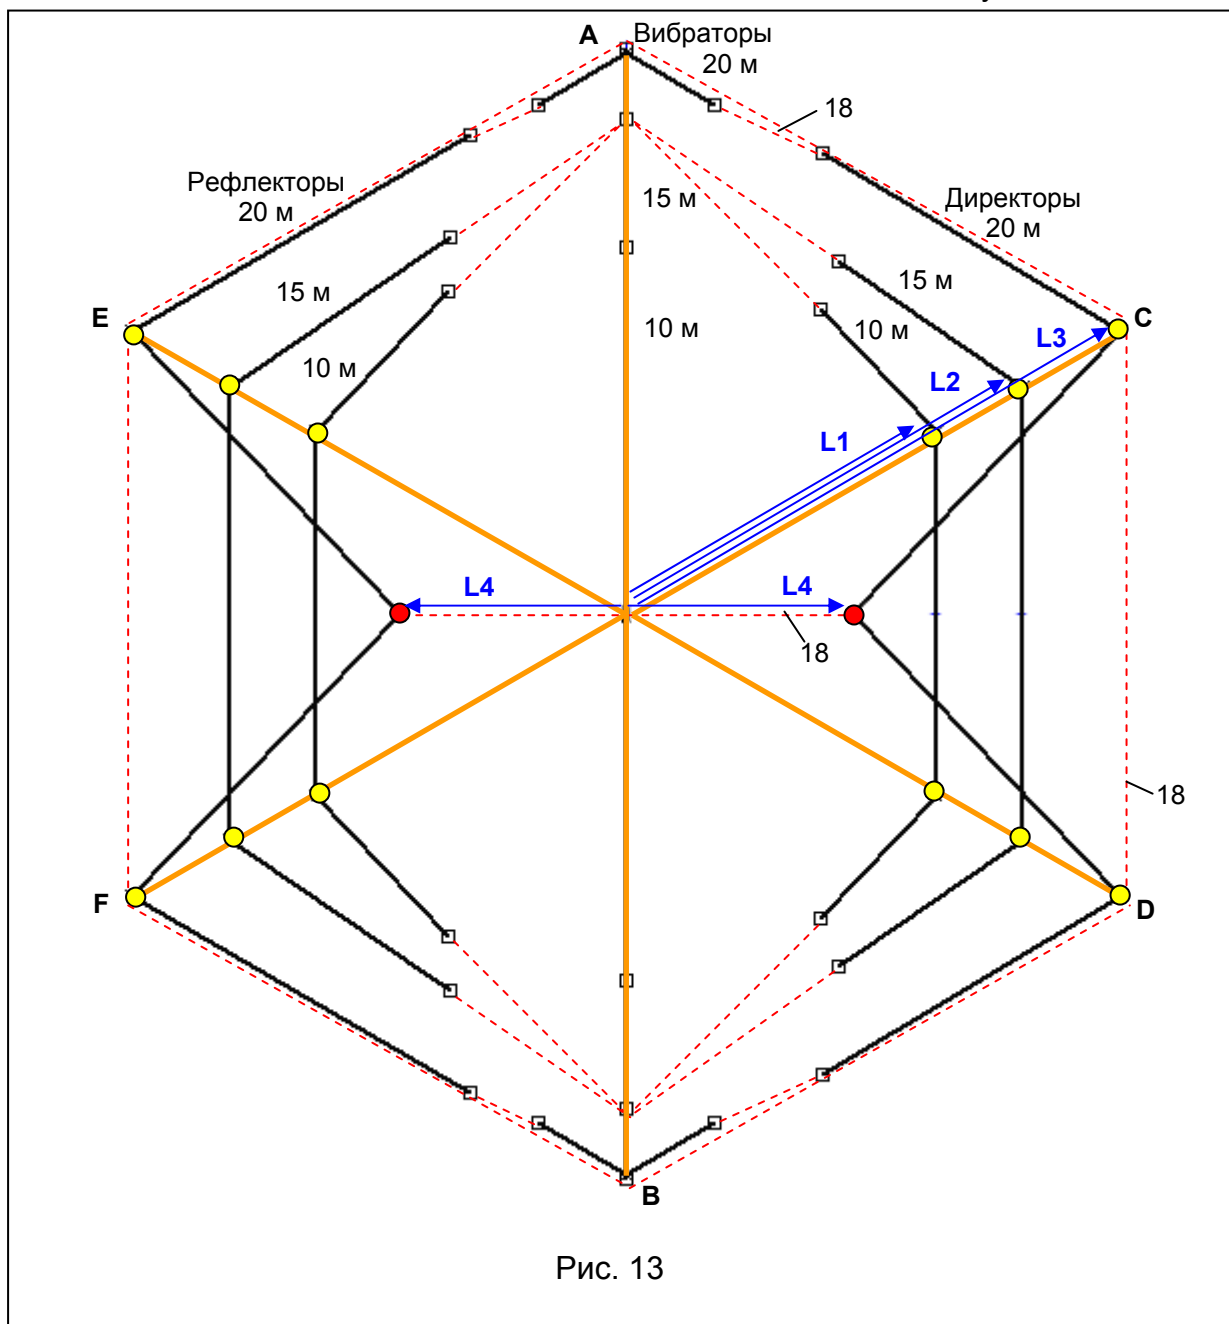

Рис. 13
Рефлекторы и директора диапазонов 10, 15 и 20 м имеют метки: на диапазонах 10 и 15 м – по две, на диапазоне 20 м – по три (желтые и красные точки на рис. 13). В точках, обозначенных на рис. 14 желтыми метками, элементы крепятся к шестам, красными - к растяжкам. Расстояния L_1 , L_2 и L_3 (места крепления элементов к шестам) отмеряются **от начала шеста** и соответственно равны $L_1 = 251$ см, $L_2 = 311$ см, $L_3 = 394$ см. Места крепления элементов одинаковы для шестов С, D, E и F. Способ крепления элементов антенны к шесту при помощи хомута показан на рис. 12. **Очень важно, чтобы отрезок провода элемента, выступающий из под хомута (рис. 12) не превышал 2-3 см.** Для предотвращения перетирания провода элемента об хомут между элементом и хомутом должна находиться трубка ПВХ, имеющаяся на элементе.
Расстояние $L_4 = 158$ см меряется от верхней части вертикальной трубы до средней метки на директоре и рефлекторе диапазона 20 м (красная точка на рис. 13).
После растяжки элементов диапазона 20 м, а также установки растяжек из полистилового шнура (рис. 13), **расстояние между краями всех соседних шестов должно быть 398 см.**
Края рефлекторов и директоров диапазонов 10 и 15 м растягиваются отрезками шнура (18), которые крепятся к скобам крепления вибратора диапазона 15 м (рис. 13).